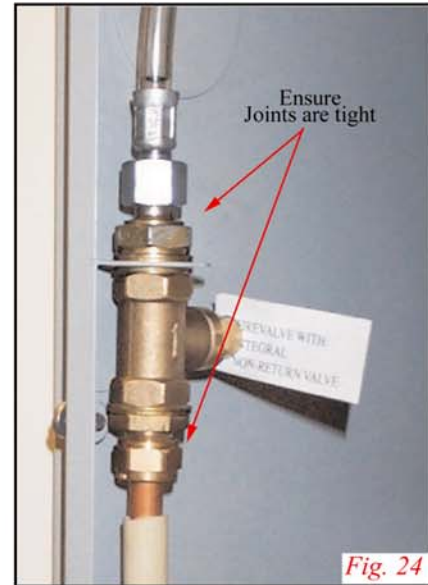

Fig. 24
10. CONNECT THE FUEL LINE (Fig. 24)